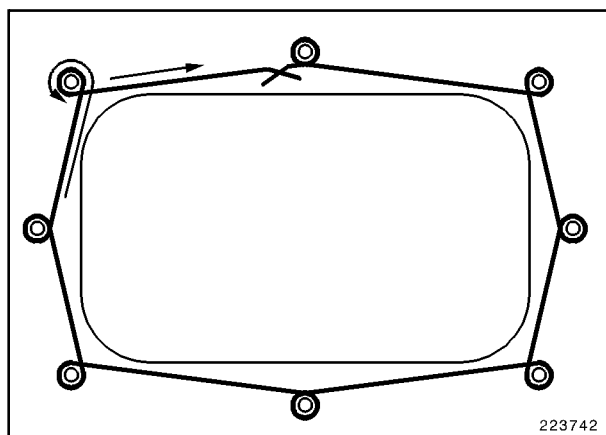

Fig. 3
- Limpiar las superficies de junta y colocar un cordón de junta nuevo dentro del círculo de pernos (alrededor de cada perno) (Fig. 3).